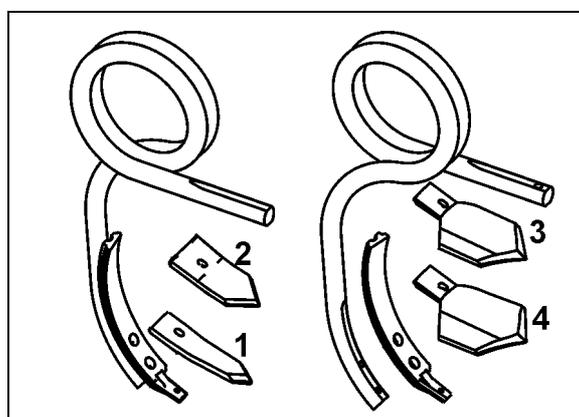

Рис. 15
- остроконечная лапа (Рис. 15/1)
- лапа для стерни (Рис. 15/2)
- двусторонняя плоскорежущая лапа (Рис. 15/3,4)